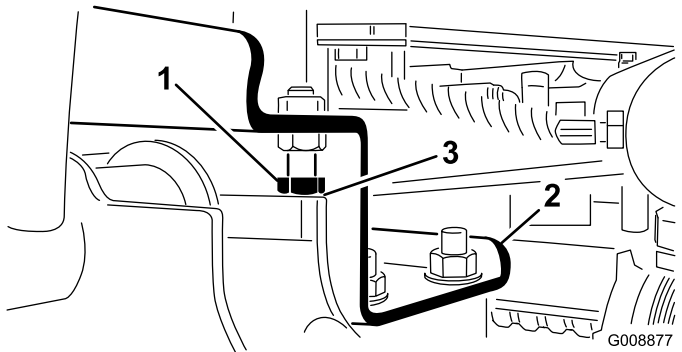

図 12
- A. ストップボルトを戻す 図 12。
2. 各昇降アームとストップボルトとの隙間が 0.13-1.02 mm の間にあることを確認する(図 12)。この範囲になればストップボルトを調整する。